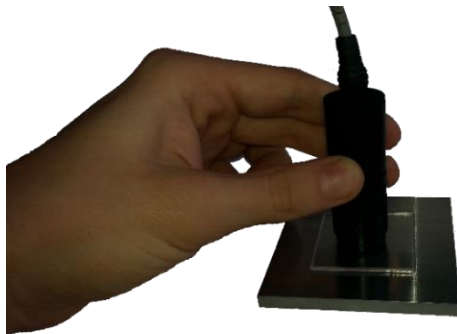

Рисунок 2.5 – Установка преобразователя на образец с покрытия
1. Установите преобразователь на подготовленный *образец или изделие с покрытием* вертикально к его поверхности и прижмите его (рис. 2.5), не допуская покачивания.